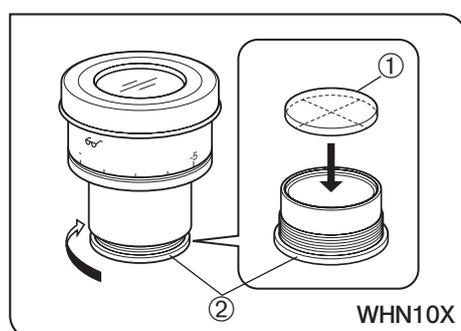

Fig. 12
4 Montar o disco do micrómetro da ocular (fig. 12)
(fig. 12)
Use discos do micrómetro de 24 mm de diâmetro x 1,5 mm. De acordo com a fig. 12, rode a estrutura de suporte do micrómetro ② incorporado na direcção da seta para a retirar da ocular e coloque um disco do micrómetro ① na estrutura de suporte, de modo a que a superfície com a indicação do modelo fique virada para baixo.